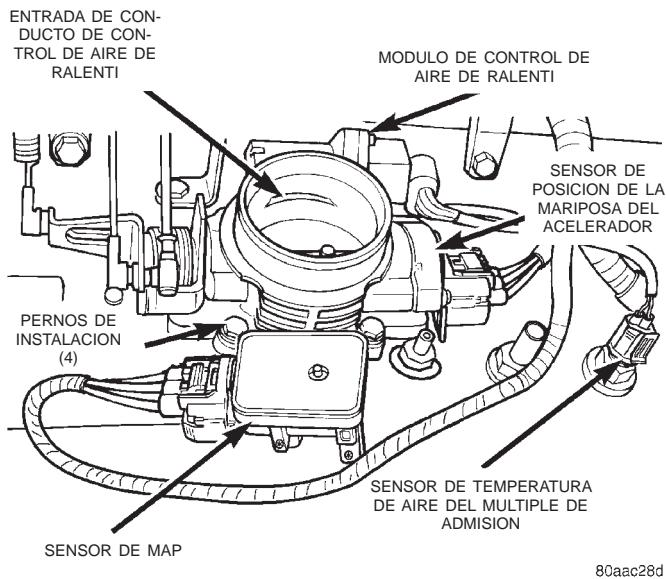
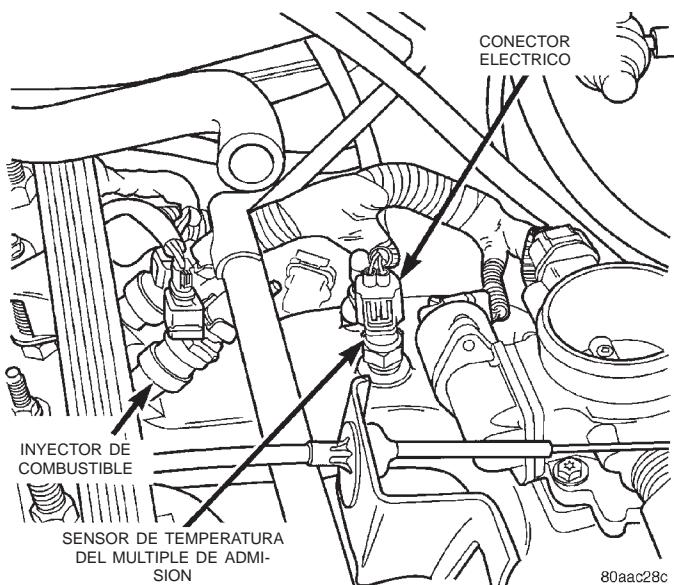

Fig. 37 Sensor de temperatura de aire del múltiple de admisión—Motor 4.0L
Fig. 38 Sensor de temperatura de aire del múltiple de admisión—Motor 2.5L
(1) Desconecte el conector del mazo de cables del sensor de temperatura de aire del múltiple de admisión (Fig. 37) o (Fig. 38).
Para efectuar una prueba completa del TPS (Fig. 37) y del conjunto de sus circuitos, consulte la herramienta de exploración DRB y el Manual de procedimientos de diagnóstico del mecanismo de transmisión apropiado. Para probar el TPS solamente, remítase a lo siguiente: